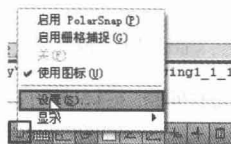
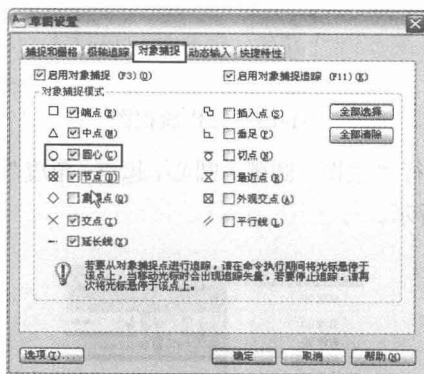

图1-11 执行“设置”命令
图1-12 开启圆心捕捉
(3) 在“辅助绘图”工具栏的“捕捉模式”按钮上单击鼠标右键,然后在弹出的菜单中选择“设置”选项,如图 1-11 所示;接着在弹出的“草图设置”对话框中勾选“圆心”捕捉模型,如图 1-12 所示。